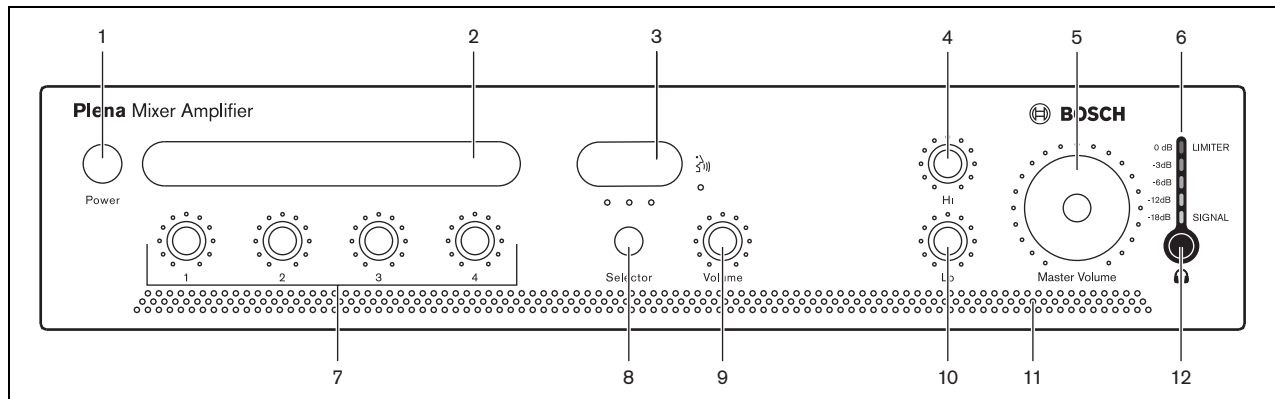

figura 5.1: Painel frontal
- 1 Coloque o botão power (1) na parte dianteira da unidade na posição de ligado - para dentro (consulte a figura 5.1).
Coloque o botão power (1) na parte dianteira da unidade na posição de desligado - para fora (consulte a figura 5.1).
Os utilizadores poderão criar etiquetas personalizadas para as entradas de microfone/linha e descrição das fontes de música. Estas etiquetas podem ser afixadas no amplificador misturador nas posições números 2 e 3 (consulte a figura 5.1). Poderão também ser colocados pinos coloridos em várias posições à volta dos controlos rotativos para indicar as definições preferidas para uma determinada aplicação.
Utilize os controlos de tom Hi (alto) e Lo (baixo) (consulte a figura 5.1, números 4 e 10) para alterar o tom.